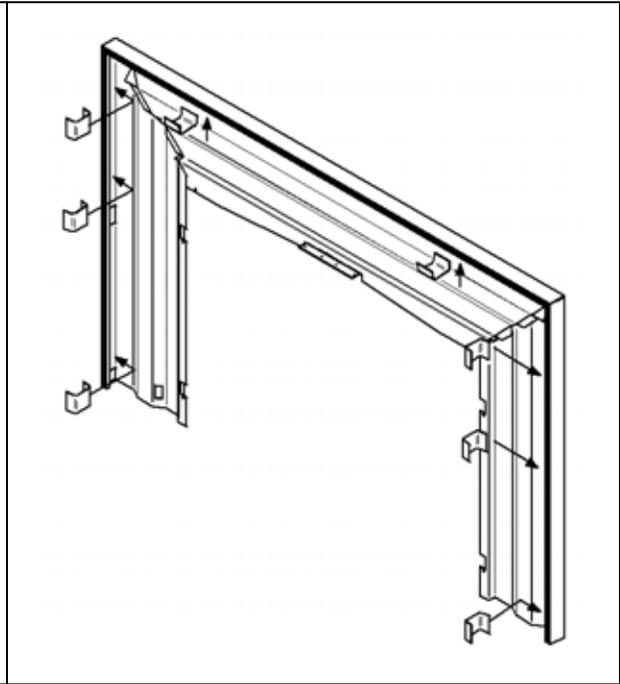

Figure 15
6. Une fois assemblé glissez, par le dessus, l'ensemble de moulures sur la façade. Pour fixer les moulures à la façade insérez les tendeurs de fixation entre les moulures et la façade (Figure 15).